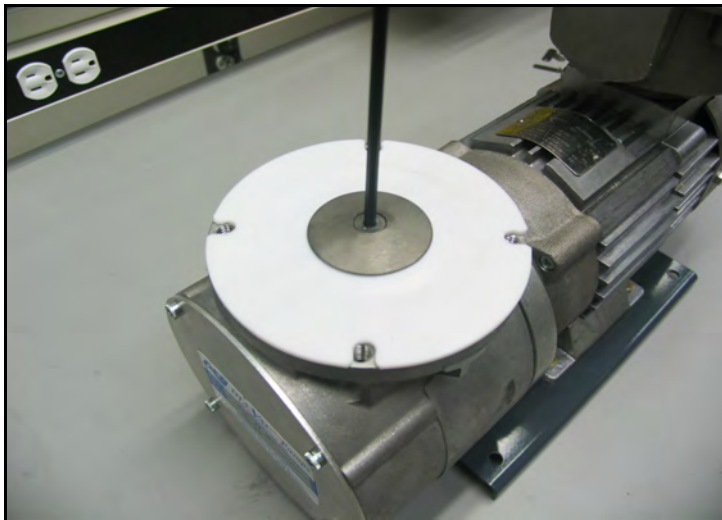

Abbildung 77: Entfernen der Membran und der Klemmplatte
9. Die Membran wird durch die einzelne Schraube in ihrer Mitte fixiert. Entfernen Sie die 5/32"-Schraube mit einem 5/32"-Inbusschlüssel (siehe Abbildung 77). Die Membran und die zugehörige Klemmplatte sollten sich einfach abheben lassen.